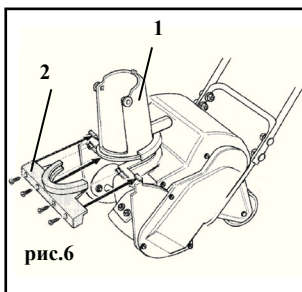

рис.6
5.4.2 Установите отражатель 1 (рис.6) в заднюю часть крепления на корпусе снегоуборочника. Прижмите выбрасыватель передней частью крепления 2 (рис.6) и зафиксируйте винтами.